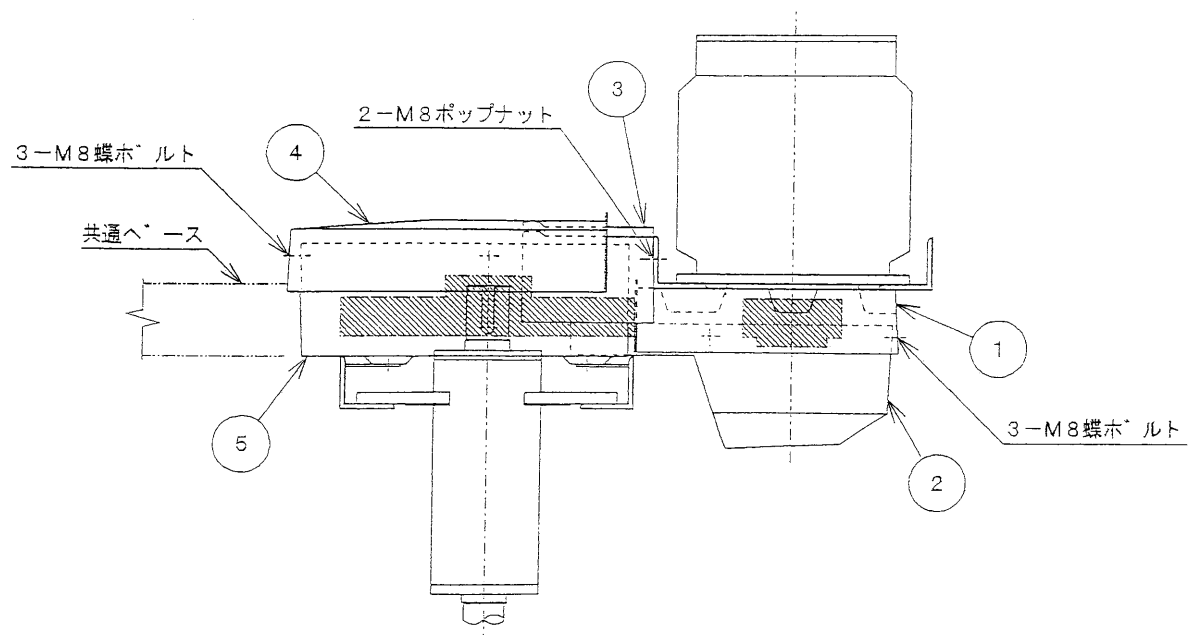

図10-5 ベルトカバー組立図
- a. 図10-5のベルトカバー④を外します。
- b. 次に、図10-5のベルトカバー③を外します。
- j. 図10-5の③及び④の順にベルトカバーをセットしてください。